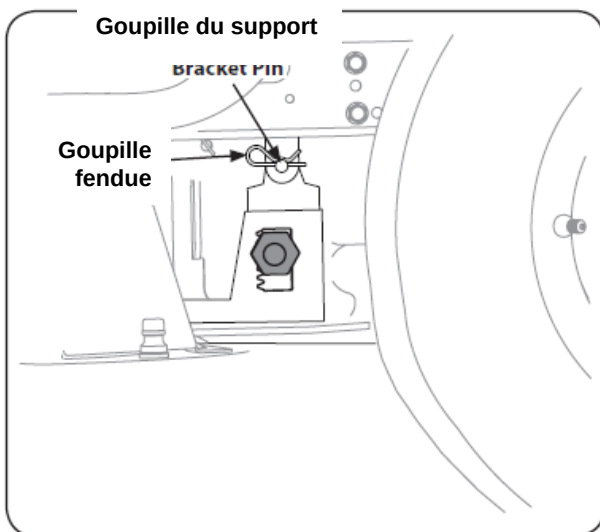

Figure 7-7
4. Une fois les supports correctement alignés, glissez la goupille sur le support de réglage de levage de plateau dans le support de levage et fixez-la solidement à l'aide des goupilles fendues. Consultez la Fig. 7-7.